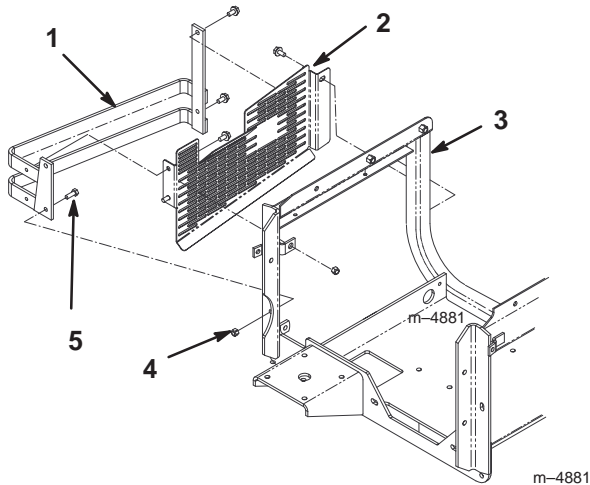

Figure 84
1. Déposez le pare-chocs et la protection qui protègent la courroie et les poulies de PdF (Fig. 84).
9. Remontez le pare-chocs et la protection de la courroie de PdF (Fig. 84).